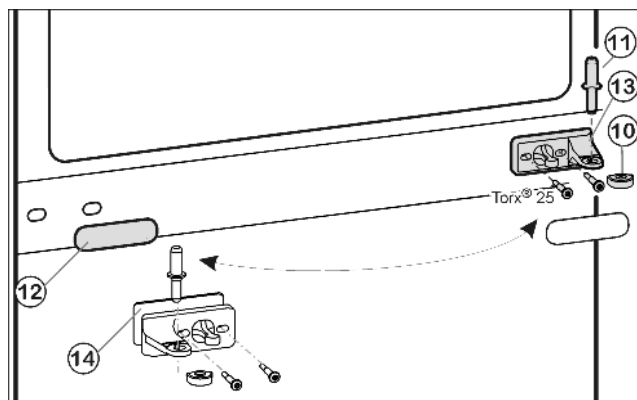
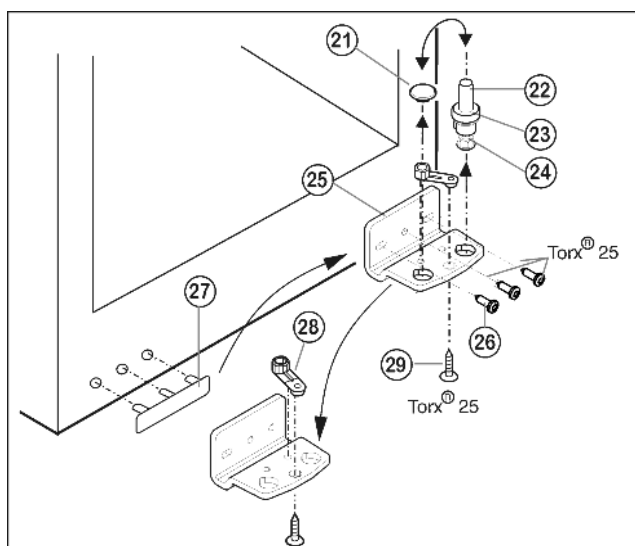

Fig. 5
Fig. 6
- ▶ Вытащите из опорного кронштейна и нижней дверцы средний опорный винт Fig. 5 (11).
- ▶ Снимите пластмассовый колпачок Fig. 5 (10).
- ▶ Открутите средний опорный кронштейн Fig. 5 (13) (2 шт. Torx® 25).
- ▶ Осторожно снимите накладку Fig. 5 (12).
- ▶ Прикрутите средний опорный кронштейн Fig. 5 (13) с подкладкой Fig. 5 (14) с поворотом на 180° на новую сторону шарнира **(с моментом 4 Нм)**.
- ▶ Защелкните накладку Fig. 5 (12), повернув на 180°, на стороне, где теперь будет ручка.
- ▶ Извлеките опорный винт Fig. 6 (22) в комплекте с шайбой Fig. 6 (23) и регулируемой опорой Fig. 6 (24), вытягивая его вверх.
- ▶ Снимите пробку Fig. 6 (21).
- ▶ Открутите Fig. 6 (26) опорный кронштейн Fig. 6 (25).
- ▶ Открутив Fig. 6 (29) опорную деталь Fig. 6 (28) и, переставив в отверстие на противоположной стороне опорного кронштейна, снова прикрутите.
- ▶ Осторожно снимите и переставьте на противоположную сторону крышку со стороны ручки Fig. 6 (27).
- ▶ Снова прикрутите опорный кронштейн Fig. 6 (25) на новой стороне шарнира **(с моментом 4 Нм)**. При необходимости используйте аккумуляторный шуруповерт.
- ▶ Переставьте пробку Fig. 6 (21) в свободное отверстие.
- ▶ Вновь установите опорный винт Fig. 6 (22) в комплекте с шайбой и регулируемой опорой. При этом фиксатор должен быть направлен назад.
- ▶ Установите нижнюю дверцу сверху на нижний опорный винт Fig. 6 (22).
- ▶ Снова наденьте пластмассовый колпачок Fig. 5 (10) на средний опорный кронштейн Fig. 5 (13).
- ▶ Вставьте средний опорный винт Fig. 5 (11) на новой стороне шарнира через средний опорный кронштейн Fig. 5 (13) в нижнюю дверцу.
- ▶ Установите верхнюю дверцу на средний опорный винт Fig. 5 (11).
- ▶ При необходимости выровняйте дверцы через два продольных паза в нижнем опорном кронштейне Fig. 6 (25) и среднем опорном кронштейне Fig. 5 (13) параллельно корпусу устройства. Для этого выкрутите средний винт на нижнем опорном кронштейне Fig. 6 (25).